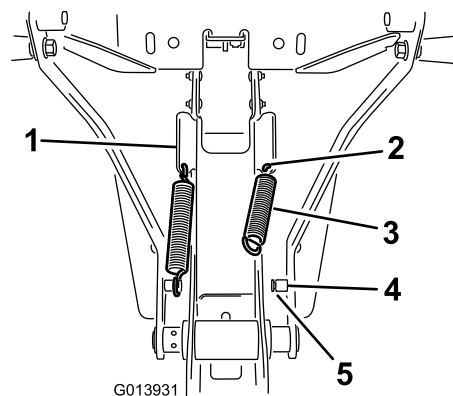

Figure 8
2. Accrochez un côté du ressort dans le trou de la patte oblique et accrochez l'autre côté sur l'ergot (Figure 8).
3. Veillez à engager correctement l'extrémité du ressort dans la rainure de l'ergot (Figure 8).
1. Accrochez le ressort dans le trou inférieur de la patte inclinée sur le côté du cadre (Figure 8).